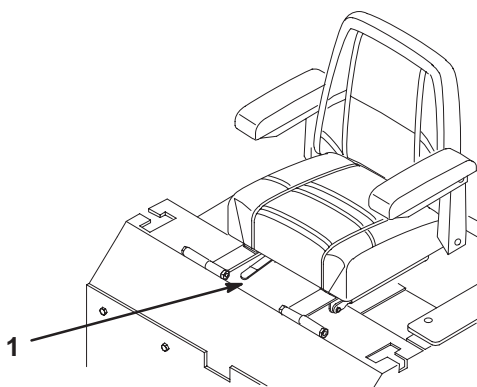

Figure 24
1. Poussez le levier de réglage sur le côté pour débloquer le siège (Fig. 24).